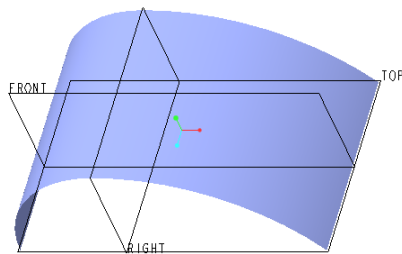

图 7-4 创建的拉伸曲面
- 7 在“拉伸”选项卡中单击“完成”按钮。按<Ctrl+D>组合键以默认的标准方向来观察创建的曲面,效果如图 7-4 所示。